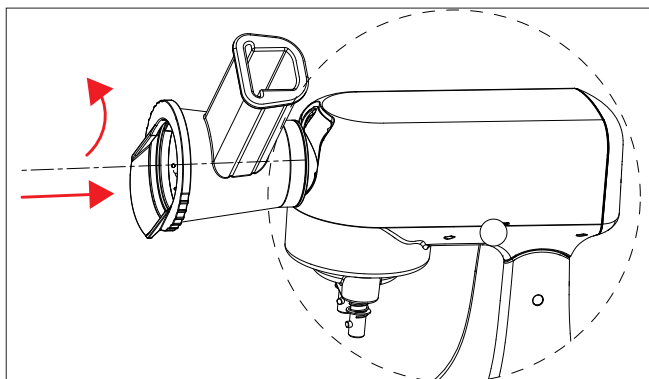

Afb. 25 – Groente-opzetstuk monteren
- Plaats het groentesnijder-opzetstuk met het zeskantstuk vooraan in de vleesmolenaansluiting. De vulopening van het groentesnijder-opzetstuk wijst hierbij naar rechts (zie Afb. 25).